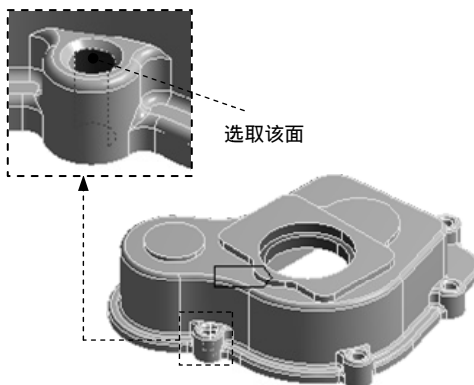
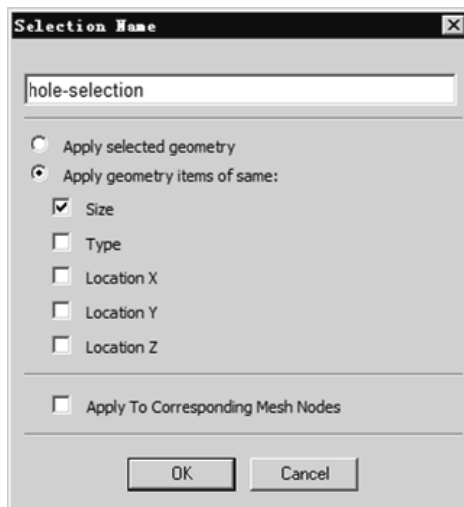

图 2.6.12 选取曲面 (二)
图 2.6.13 “Selection Name”对话框
(1) 选择命令。在图形区选中图 2.6.12 所示的曲面对象右击，在弹出的快捷菜单中选择  Create Named Selection 命令，弹出图 2.6.13 所示的“Selection Name”对话框。
(2) 在“Selection Name”对话框输入名称 hole-selection，选中  Apply geometry items of same:  单选项和  Size 复选框，单击  按钮。